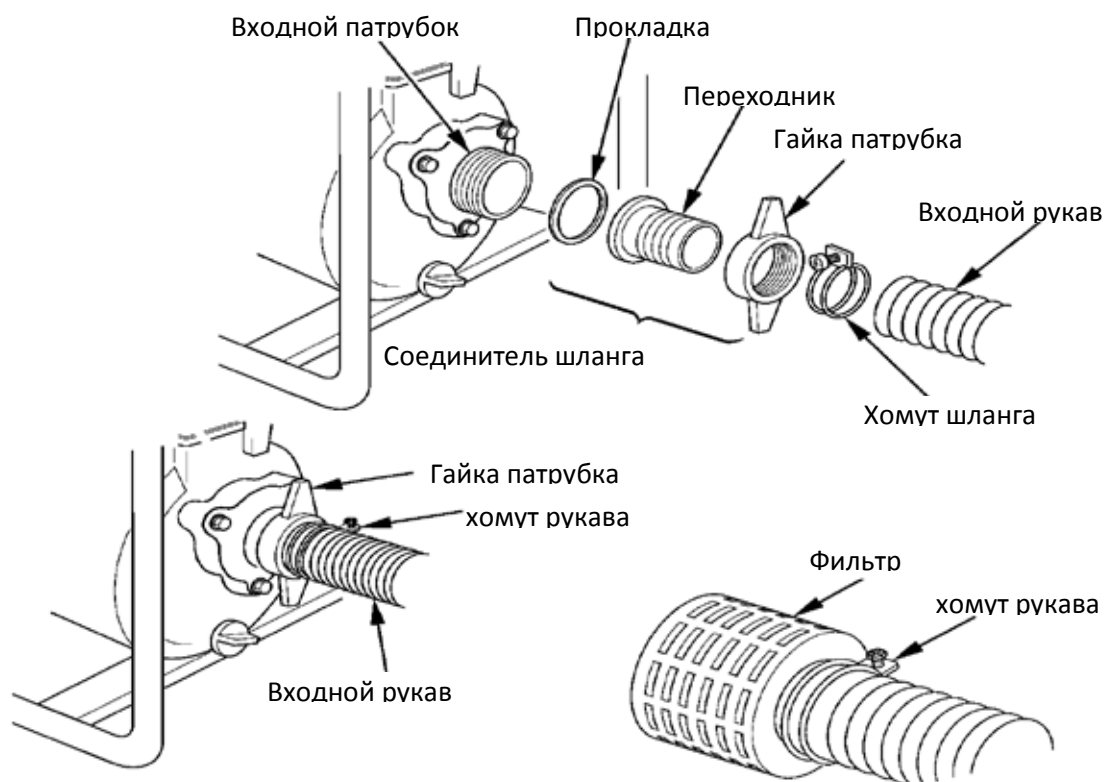

Рис.9
3. Смонтировать детали всасывающего и подающего тракта, для этого используйте имеющиеся в продаже рукава, и штатные соединители и хомуты. Необходимо использовать несминаемые(гофрированные) рукава, исключаящие «переламывание». Длина всасывающего рукава не должна превышать требуемую расчетную величину, так как от этого зависит максимальная эффективность работы насоса. Последовательность соединения показана на Рис.9